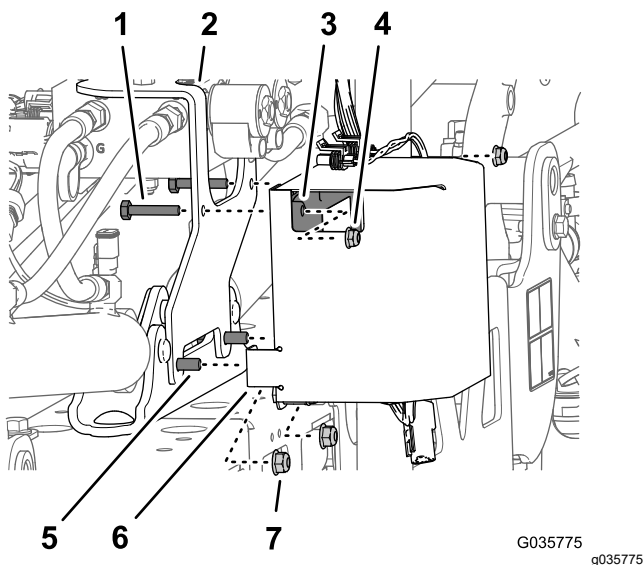

Figure 17
3. Retirez du support de vérin les 2 contre-écrous à embase (5/16") qui fixent le support du kit de finition pour rampes ultrasoniques (Figure 17)
- Insérez les trous inférieurs avant du couvercle du contrôleur (Figure 17) sur les boulons à embase (5/16" x 1") et fixez légèrement le couvercle, le support de montage et le support de vérin à l'aide des 2 contre-écrous à embase (5/16") que vous avez retirés à l'opération 3.
- Insérez les 2 boulons (1/4" x 1 3/8") dans les trous supérieurs du support de montage (kit de finition pour rampes ultrasoniques), de la bride arrière (couvercle de contrôleur) et du contrôleur (Figure 17) et fixez-les avec les 2 contre-écrous à embase (1/4").